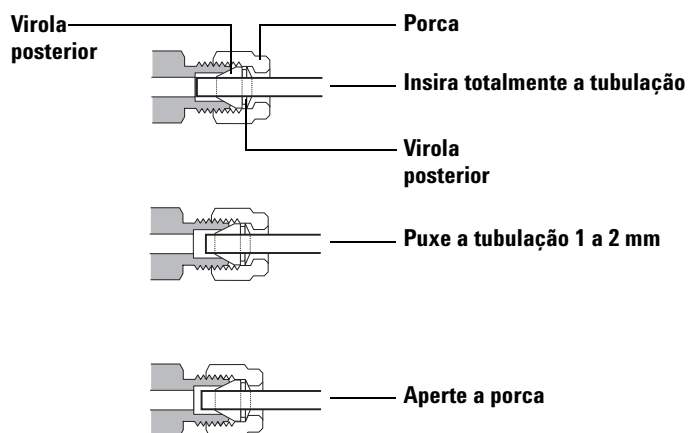

Figura 11 Inserir a tubulação
- 5 Empurre a tubulação totalmente no plugue e depois puxe-a aproximadamente 1 a 2 mm (**Figura 11**).